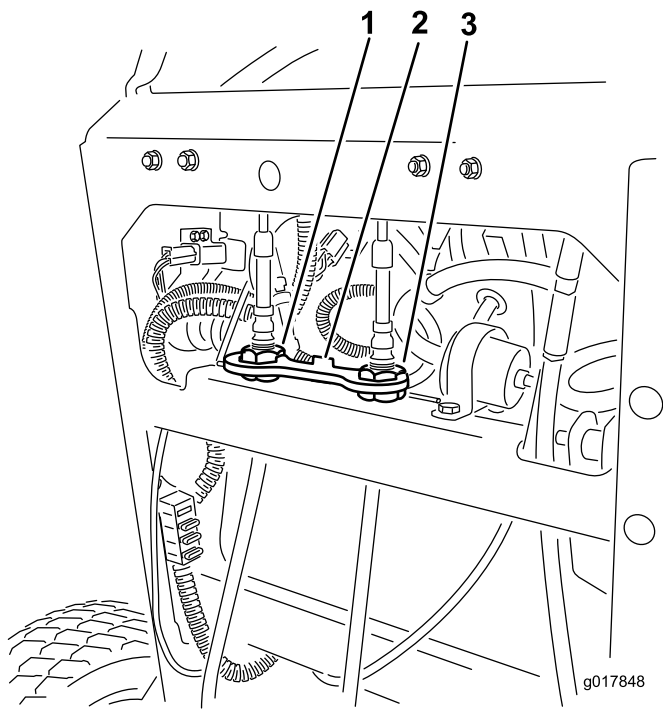

Figure 56
4. Levez et déposez le verrou à câble qui fixe les écrous de réglage du câble (Figure 56).
5. Tournez le dispositif de réglage du câble droit pour placer la commande de déplacement droite au centre de la fente de verrouillage au point mort du panneau de commande (Figure 56).
- Placez le verrou à câble sur les écrous de réglage de câble pour bloquer le réglage (Figure 56).